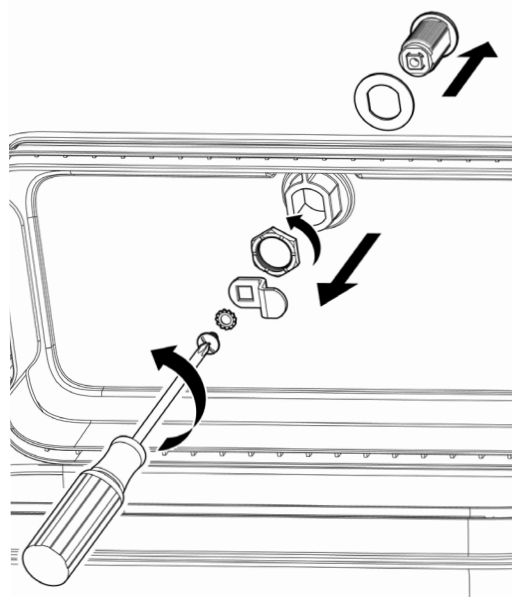

Figure 3 : Retrait du noyau de serrure et du matériel existants
- b. **Utilisez une clé de 22 mm ou une clé à molette pour tourner l'écrou sur le noyau de serrure dans le sens anti-horaire afin de le desserrer.** Retirez ensuite l'écrou, la grande rondelle et le noyau de serrure existant de l'extérieur de l'accessoire à la main (Figure 3). Réutilisez ou recyclez ces pièces conformément aux lois locales.